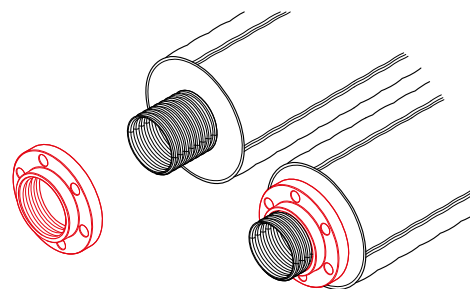

Рис. 4.5.1
1. Накрутить фланец на напорную трубу до торца теплоизолирующего слоя (рис. 4.5.1). Фланец должен быть ориентирован так, как на рисунке.